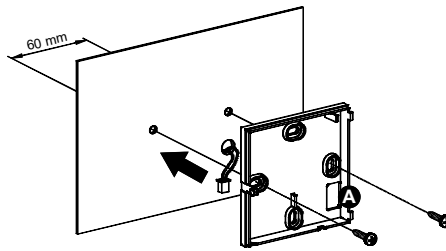

Fig. 5
**3** Individualizar la mejor posición de instalación (ver el párrafo 'CONFIGURACIÓN DEL SISTEMA RADIO'), luego fijar la base del termostato a la pared a través de los orificios para tornillos con distancia entre ejes de 60 mm (utilizar los tornillos y/o tacos en dotación) haciendo pasar los cables de la eventual sonda remota a través de la apertura rectangular (A) de Fig. 5).